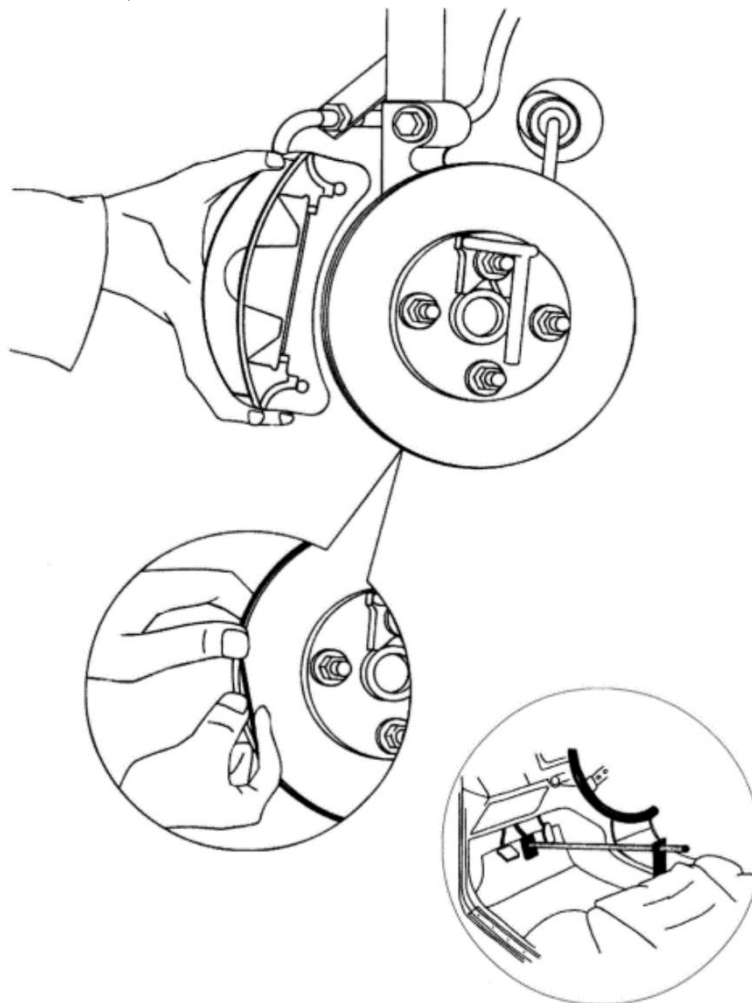

Рисунок 27
7.9.6 Удалите резиновый успокоитель из тормозного диска (рис. 27).
7.9.16 Установите приспособление для зажима педали тормоза, чтобы заблокировать диск (рис. 27).